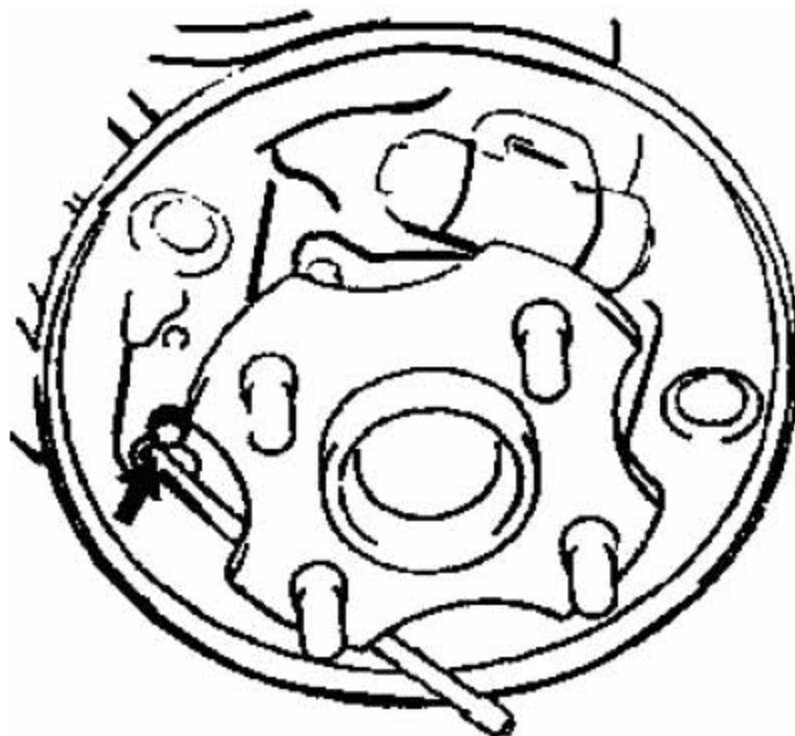

图3-37
- Q). 拆卸3号驻车制动拉索组件。拆卸螺栓后把3号驻车制动拉索组件从底板拆离，如图3-37所示。